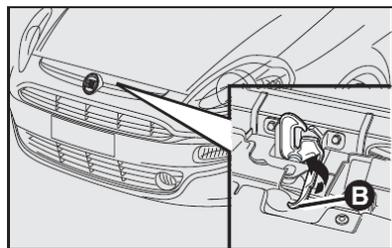

fig. 113
- 2) puxar a trava **B-fig. 113** localizada acima da grade frontal sob o capô. Como indicado pela seta;